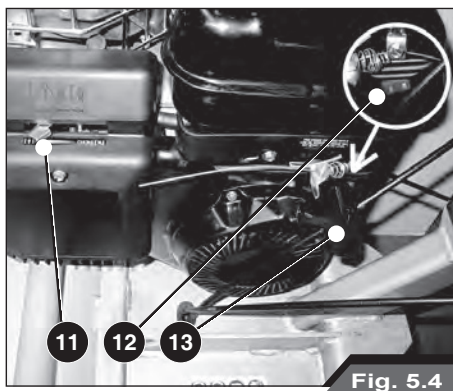

Fig. 5.4
- Przygotować kosiarkę bijakową do rozruchu, działając na dźwignię rozrusznika (11) w przypadku silników benzynowych. Zajrzeć do instrukcji obsługi i konserwacji silnika.
- Ustawić przełącznik silnika ON/ OFF w położenie włączone, czyli **ON** (12, Rys. 5.4).
- Chwycić uchwyt rozrusznika silnika (13), pociągnąć za niego delikatnie, aby ułatwić zaczeplenie mechanizmu zapadkowego. Następnie energicznie pociągnąć, a w razie potrzeby oprzeć stopę o koło, aby zadziałać z większą siłą. Powtarzać tę operację, wykonując zawsze krótkie, zdecydowane ruchy, aż do uruchomienia silnika.